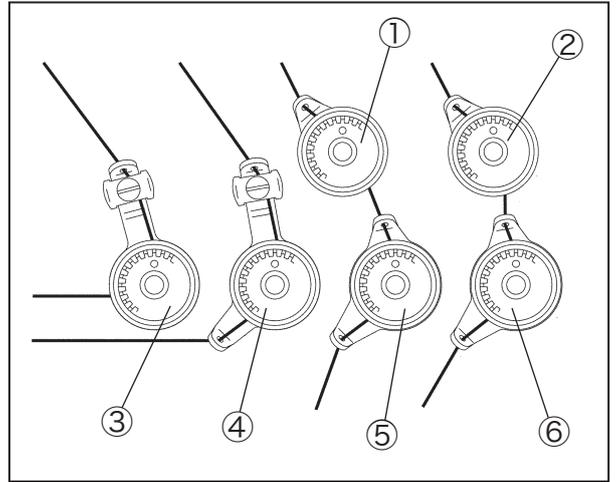

図 3-1
地縫い調子は図 3-1 の糸調子器①～④を使って調節します。
空環調子は図 3-1 の糸調子器⑤、⑥を使って調節します。